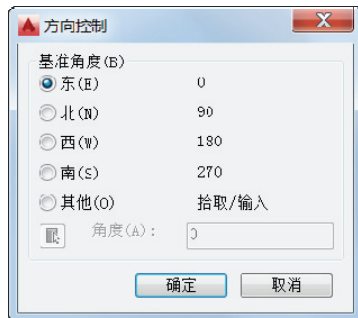

图 2-2 “方向控制”对话框
(2) 在“角度”选项组中指定当前角度格式（如“十进制度数”“百分度”“度/分/秒”“弧度”或“勘测单位”）和当前角度显示的精度，通常取消勾选“顺时针”复选框以默认正角度方向为逆时针方向。
(3) 在“插入时的缩放单位”选项组中控制插入到当前图形中的块和图形的测量单位，如果块或图形创建时使用的单位与该选项指定的单位不同，则在插入这些块或图形时，将对其按比例缩放，所谓的插入比例是源块或图形使用的单位与目标图形使用的单位之比。如果插入块时不按指定单位缩放，那么从该选项组的“用于缩放插入内容的单位”下拉列表框中选择“无单位”选项。当源块或目标图形中的“用于缩放插入内容的单位”设定为“无单位”时，将使用“选项”对话框的“用户系统配置”选项卡中的“源内容单位”和“目标图形单位”设置。
(4) 在“输出样例”选项组中显示用当前单位和角度设置的例子。
(5) 在“光源”选项组中控制当前图形中光度控制光源的强度测量单位。
(6) 如果在“图形单位”对话框中单击“方向”按钮，将打开图 2-2 所示的“方向控制”对话框，从中可设置基准角度等，然后单击“确定”按钮。